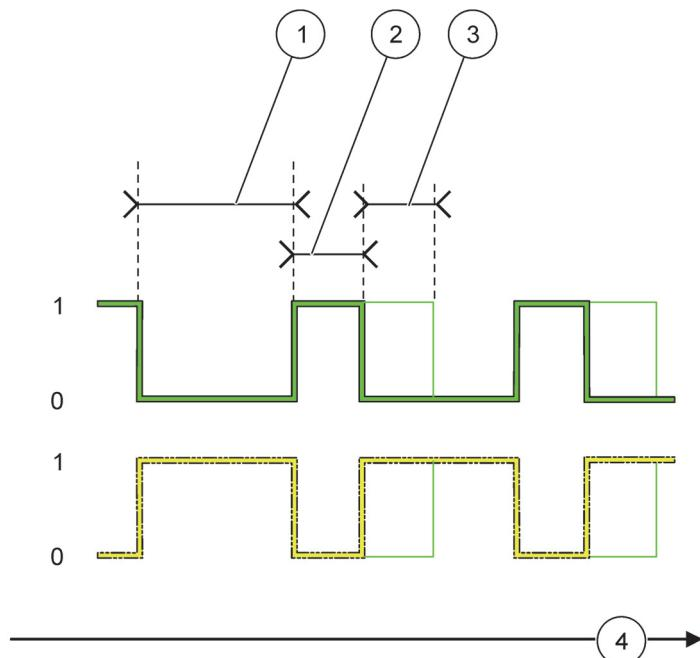

Рисунок 65 Режим таймера - поведение реле
Рисунок 65 отражает поведение реле в режиме Timer (Таймер).
**Таблица 37 Условные обозначения на Рисунок 65**